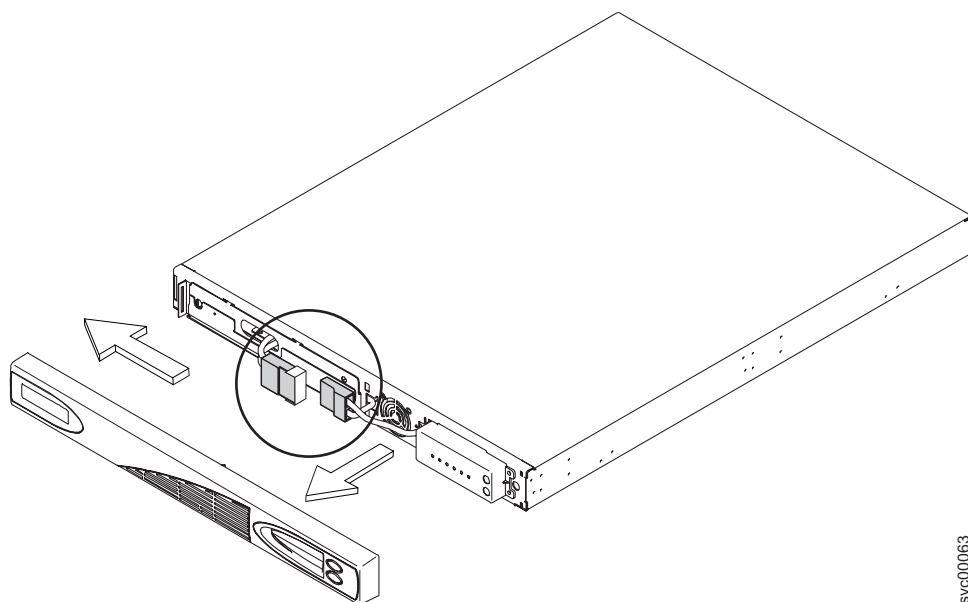

図 207. 2145 UPS-1U のフロント・パネルの取り外し
5. 2145 UPS-1U のフロント・パネルを、図 207 に示すように、手前に引いてから左に引いて除去します。